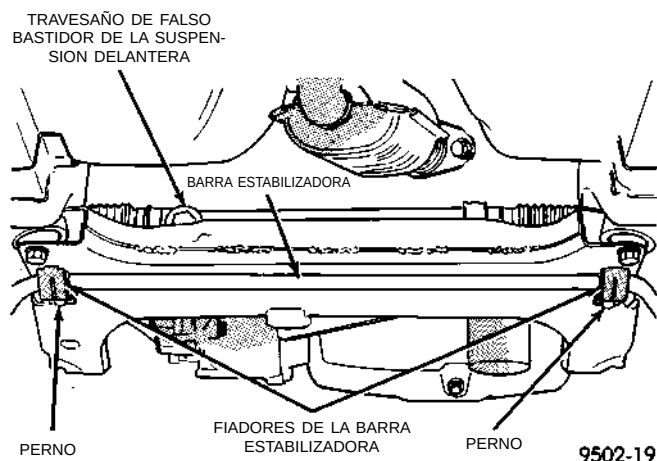

Fig. 34 *Fiadores de la barra estabilizadora al travesaño de falso bastidor*
(4) Afloje pero no retire los pernos que fijan los fiadores de la barra estabilizadora al travesaño de falso bastidor de la suspensión delantera (Fig. 34). Después gire la barra estabilizadora y las articulaciones de fijación alejándolas de los brazos de suspensión inferior.
de falso bastidor (Fig. 34) con una torsión de 28 N·m (21 lbs. pie).